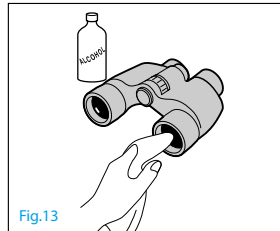

Fig.13
9. Servez-vous d'un pinceau doux non-gras pour dépoussiérer la surface des lentilles. (Fig. 13)
10. Pour l'élimination de taches ou saletés comme les traces de doigts de la surface des lentilles, essuyez doucement avec un chiffon doux et propre ou du papier pour lentilles non-gras de bonne qualité. Un peu d'alcool pur (non dénaturé) peut être utilisé pour éliminer les taches tenaces. L'emploi de velours ou d'un mouchoir en papier n'est pas recommandé, parce qu'ils pourraient rayer la surface des lentilles. Un chiffon utilisé pour nettoyer le boîtier ne doit pas être réutilisé sur la surface des lentilles. (Fig. 13)